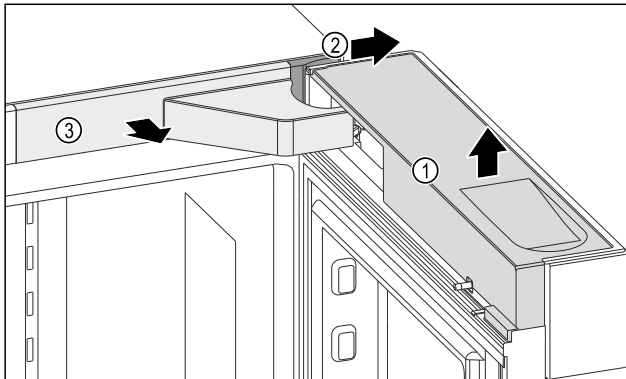

Fig. 9
- ▶ Abdeckung Fig. 9 (1) abnehmen.
- ▶ Abdeckung Fig. 9 (2) abnehmen.
- ▶ Abdeckung Fig. 9 (3) abnehmen.